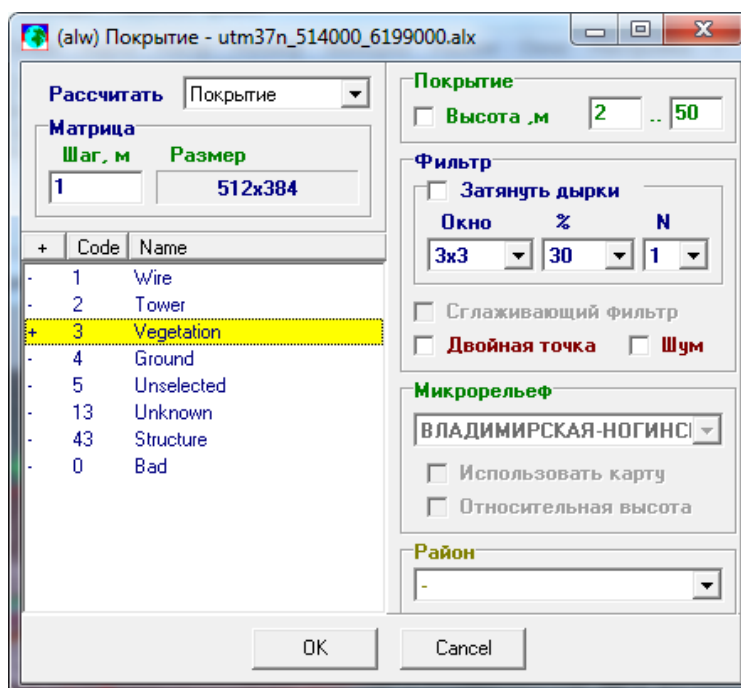

Рис. 40 Окно параметров расчета покрытия
- Выберите пункт главного меню «Точки/Рассчитать покрытие...». На экране появится окно для задания параметров расчета покрытия (Рис. 40):